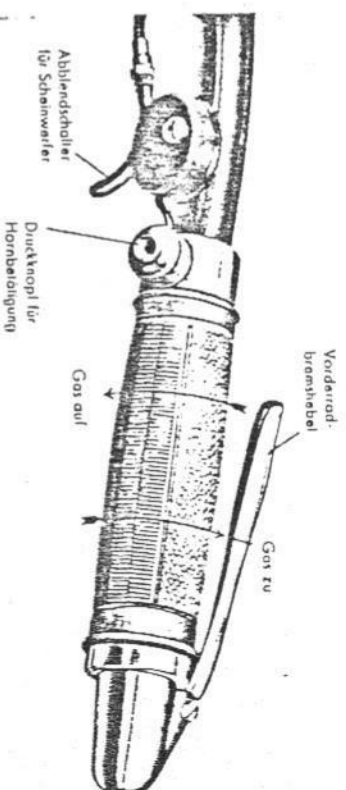

Abb. 35. Gasdrehgriff der Tourenmaschine
a) **Gasdrehgriff:** Der Drehgriff, der durch Bowdenkabel den bzw. die Gaschieber der beiden Vergaser betätigt, öffnet durch Linksdrehung, also nach rückwärts und schließt durch Rechtsdrehung nach vorwärts (Abb. 35 und 36). Zum Antreten des kalten Motors ist der Gasdrehgriff etwas zu öffnen, wobei bei der R-11-Einvergaser-Maschine die Anlaufvorrichtung am Vergaser durch Herausziehen und Rechtsdrehen des Anlaufkolbens zu bedienen ist, bei den Zweivergaser-Maschinen hingegen die beiden Vergaser getuplt werden sollen. Erst nach dem Warmlaufen des Motors ist langsam mehr Gas zu geben. Bei der R-11-Einvergaser ist unbedingt darauf zu achten, daß der Anlaufkolben durch Weiterdrehen desselben nach dem Warmlaufen des Motors geschlossen wird, da sonst zu hoher Kraftstoffverbrauch und Verrußen der Zündkerzen auftritt. Beim Antreten des warmen Motors dagegen ist der Gasdrehgriff geschlossen zu halten und auch von einer Betätigung der Anlaufvorrichtung bzw. von einem Tupfen der Vergaser Abstand zu nehmen, da sonst durch das Zuführen von zu viel Kraftstoff das Anlassen eher erschwert als erleichtert wird.